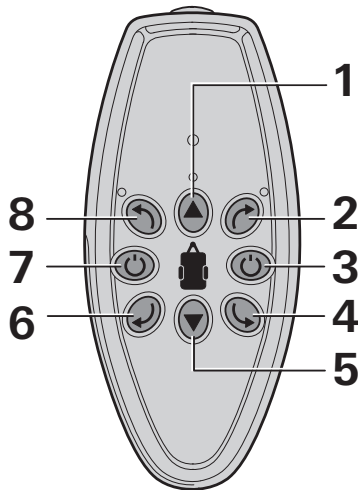
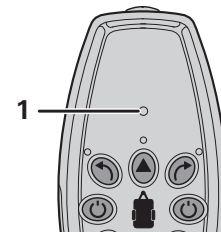

Figure 2
Figure 6
- Presser la touche (figure 2 - 7) sur la télécommande jusqu'à ce que les LED s'allument (figure 6 - 1).
La touche « Arrêt » (figure 2 - 3) de la télécommande sert aussi d'« interrupteur d'arrêt d'urgence ». En cas de problèmes, par exemple de comportement incontrôlé du GO2, presser immédiatement la touche « Arrêt ».
– Avec les touches directionnelles (figure 2 - 1/2/4/5/6/8), déplacer la caravane dans la direction souhaitée.
Si les touches directionnelles opposées (figure 2 - 2/6 ou 4/8) sont pressées simultanément, la caravane tourne dans la direction correspondante autour de son propre axe.
– Pendant le déplacement (vers l'avant/vers l'arrière), il est possible de changer le sens de la marche avec les touches directionnelles (figure 2 - 2/8 et 4/6).
– Presser la touche (figure 2 - 3) sur la télécommande. L'éclairage LED s'éteint.